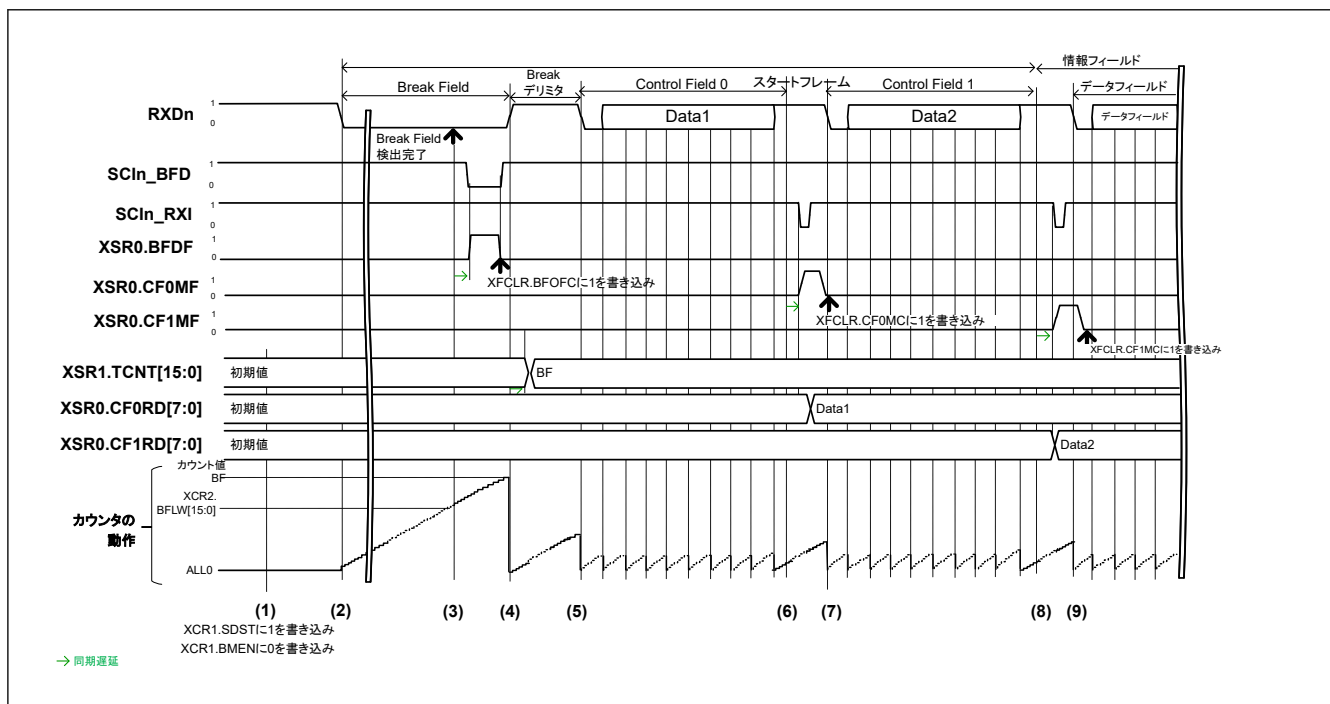
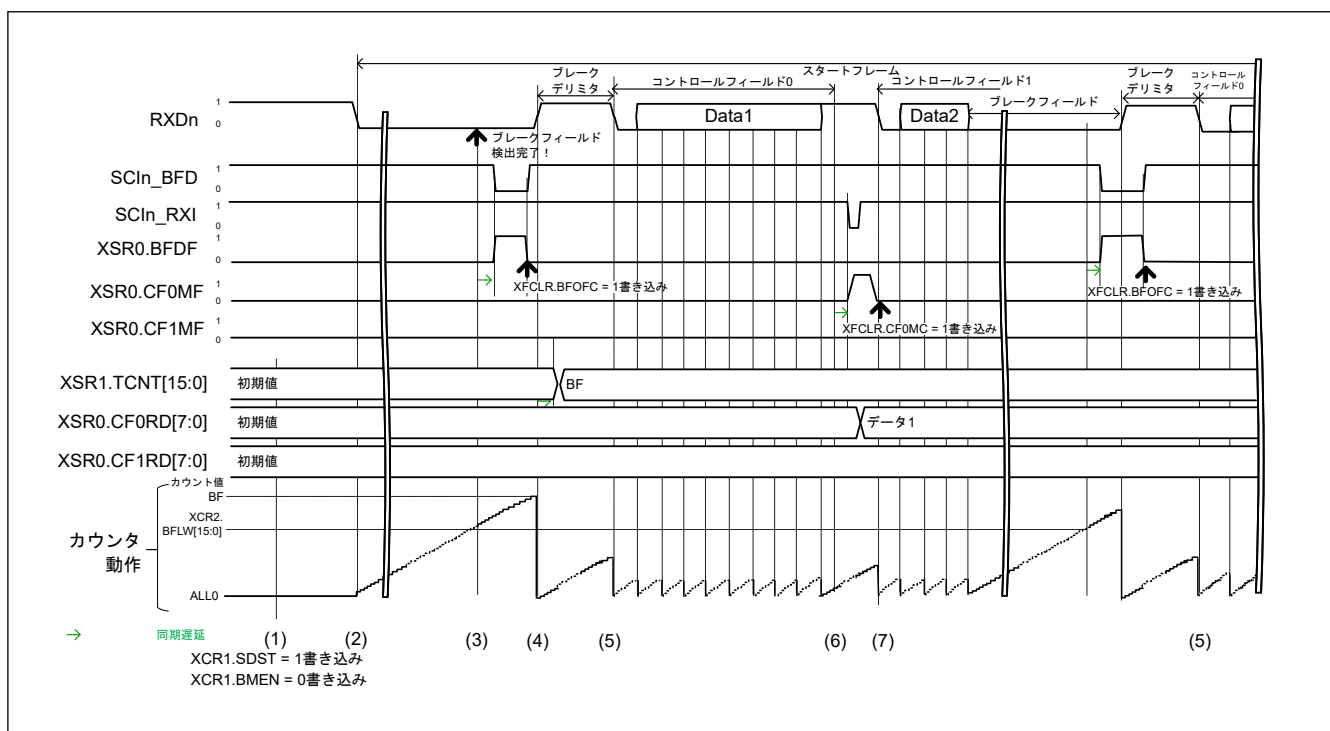
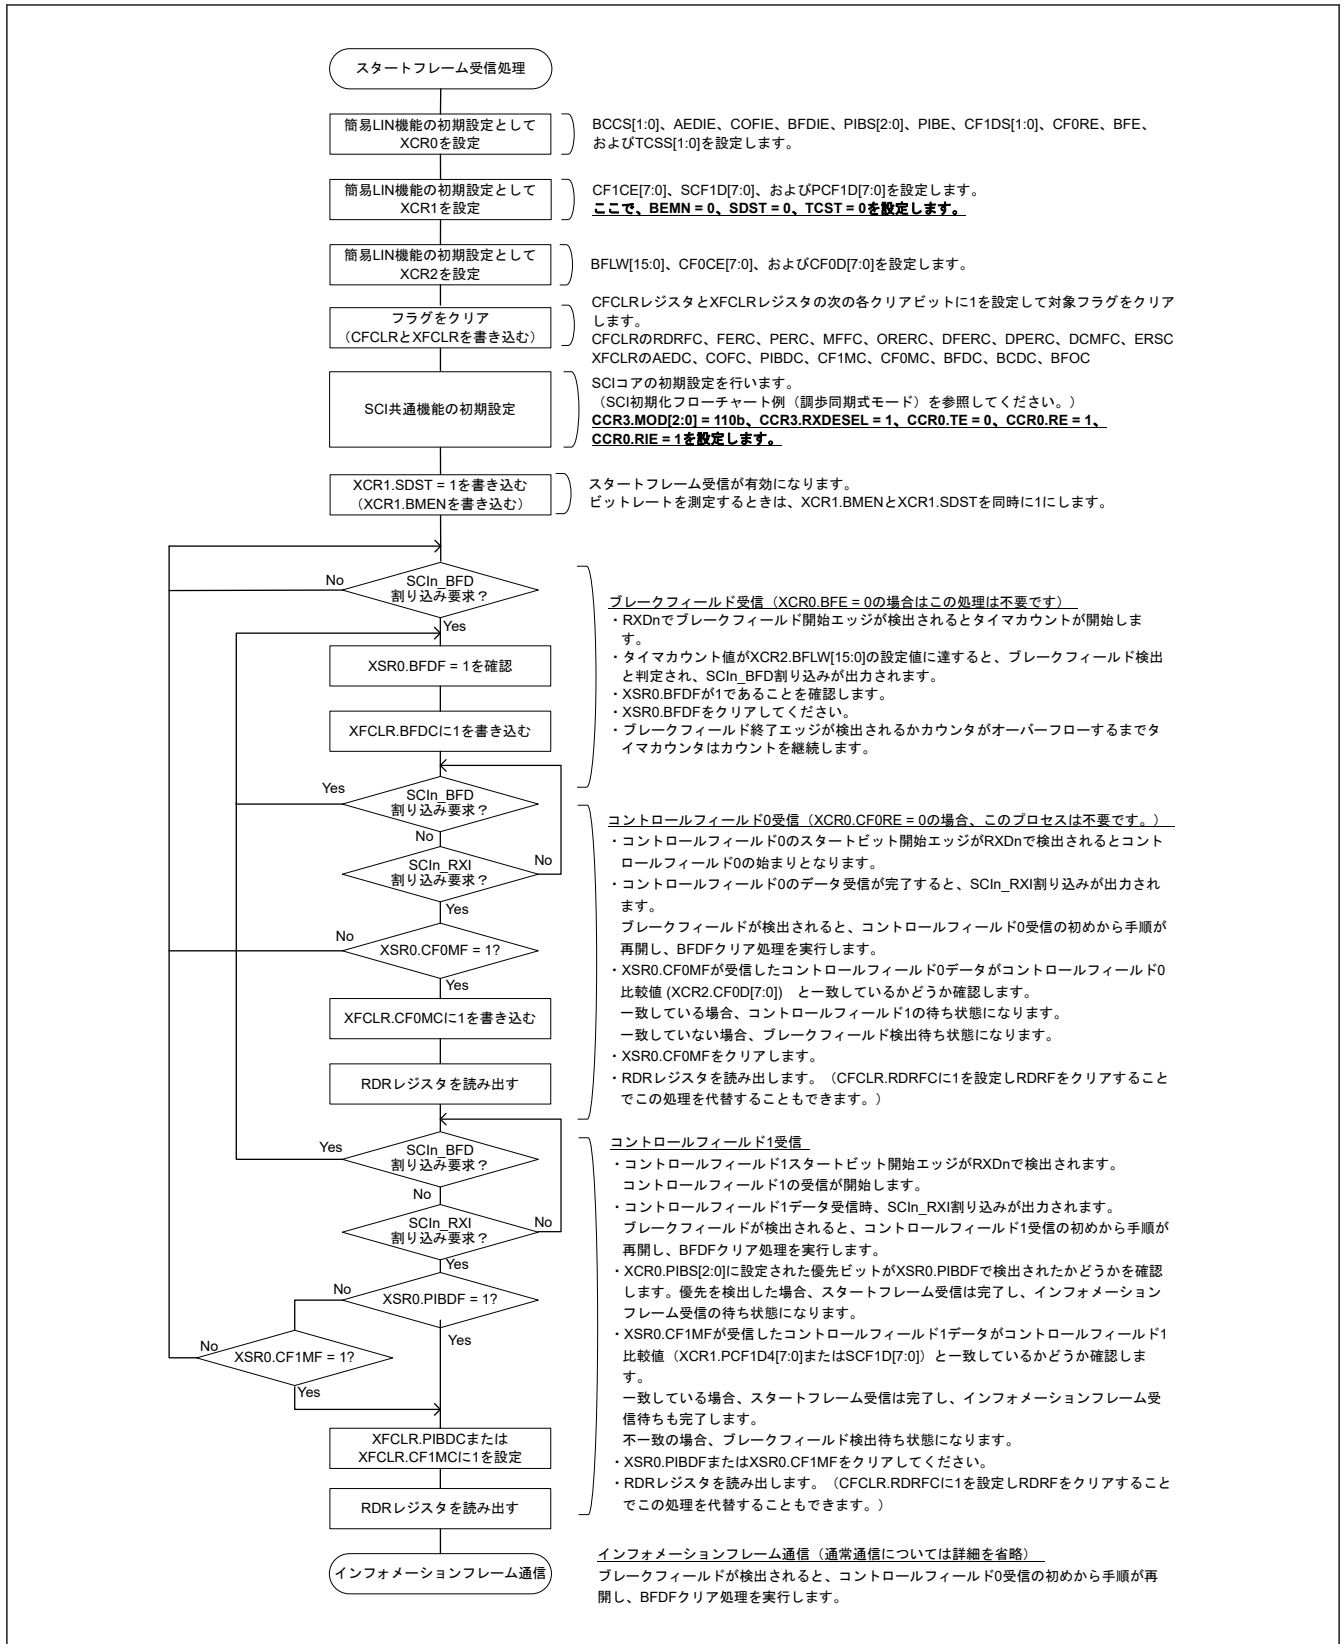
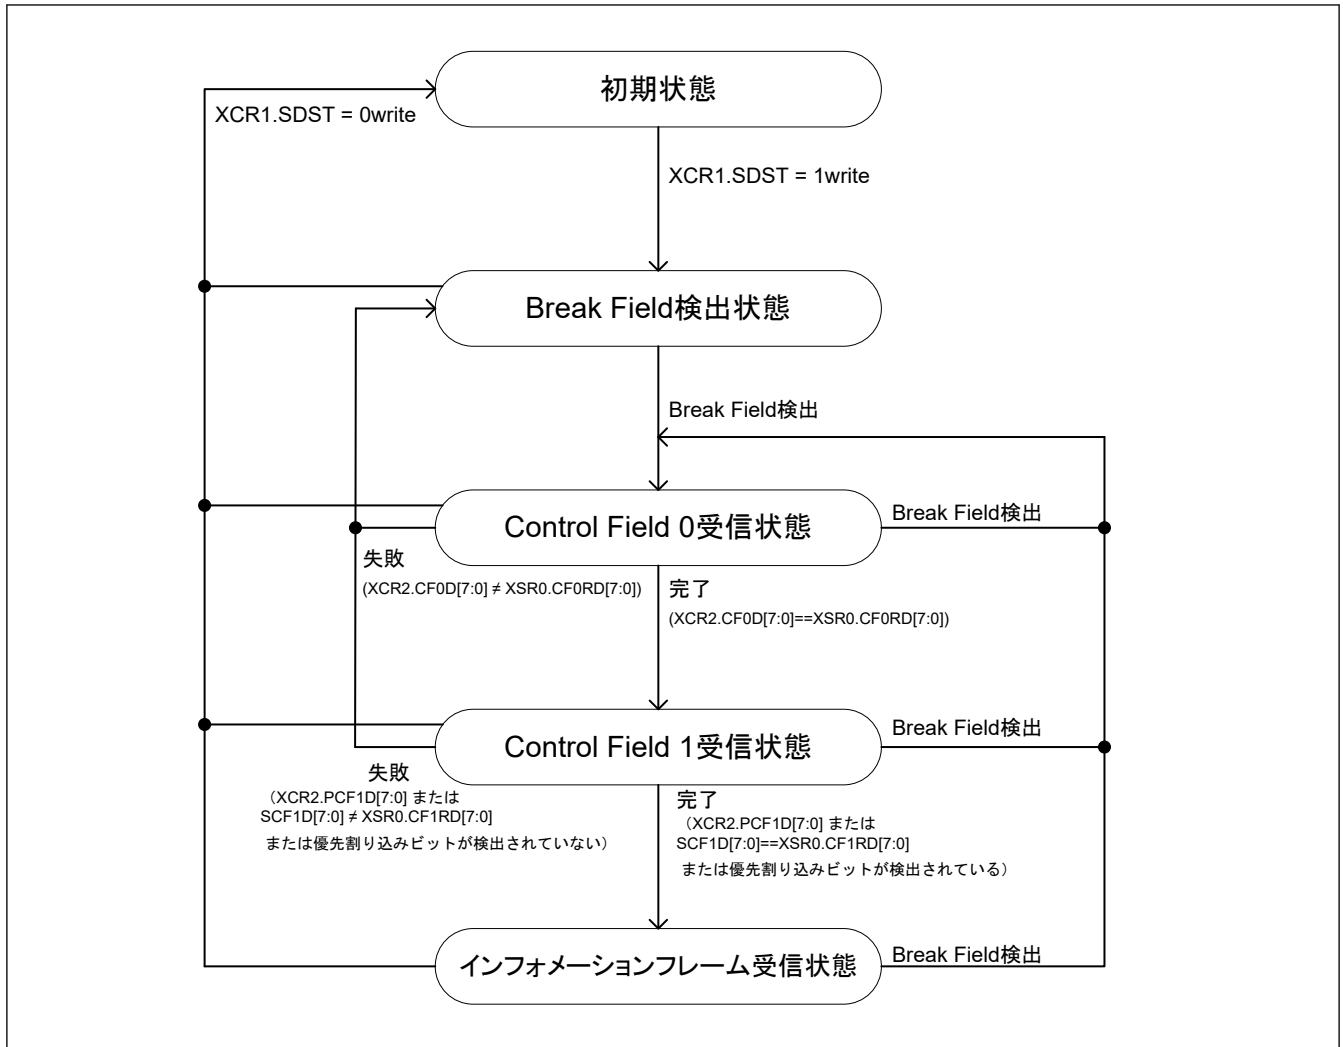

図 28.105 スタートフレームの通常受信例 (PIB は未使用)
図 28.106 Control Field 1 の場合に Break Field を検出するスタートフレーム受信例 (PIB は未使用)
図 28.107 スタートフレーム受信フローチャート例
図 28.108 スタートフレーム受信の状態遷移図
図 28.105 に、Break Field、Control Field 0、および Control Field 1 で構成されたスタートフレームの通常受信例を示します。図 28.106 に、Control Field 1 の場合に Break Field を検出する受信例を示します。図 28.107 にスタートフレームの受信フローチャートを、図 28.108 に状態遷移図を示します。
- SCI コアが Control Field 0 の受信を開始します。簡易 LIN はエッジインターバルを継続してカウントするため、簡易 LIN は XCR2.BFLW[15:0] に設定されている期間以上の Low を Break Field の検出として判断します。Break Field が Control Field 0 フェーズで検出されると、SCI コアは Control Field 0 を再度受信するまで待機します(図 28.106)。
(1)~(7) は、図 28.105 のスタートフレーム受信例の (1)~(7) と同じです。
(8) XCR0.PIBS[2:0] ビットに指定されている値が、設定されている XCR1.PCF1D[7:0] 値と一致する場合、XSR0.PIBDF は 1 になり、SCI がインフォメーションフレームの通信を実行します。もし設定されている XCR1.PCF1D[7:0] 値とも設定されている XCR1.SCF1D[7:0] 値とも受信の Control Field 1 データが一致せず、かつ優先割り込みビットが検出されない場合、SCI は Break Field 検出前の状態に遷移します。
(9) SCI がインフォメーションフレームの通信を行います。